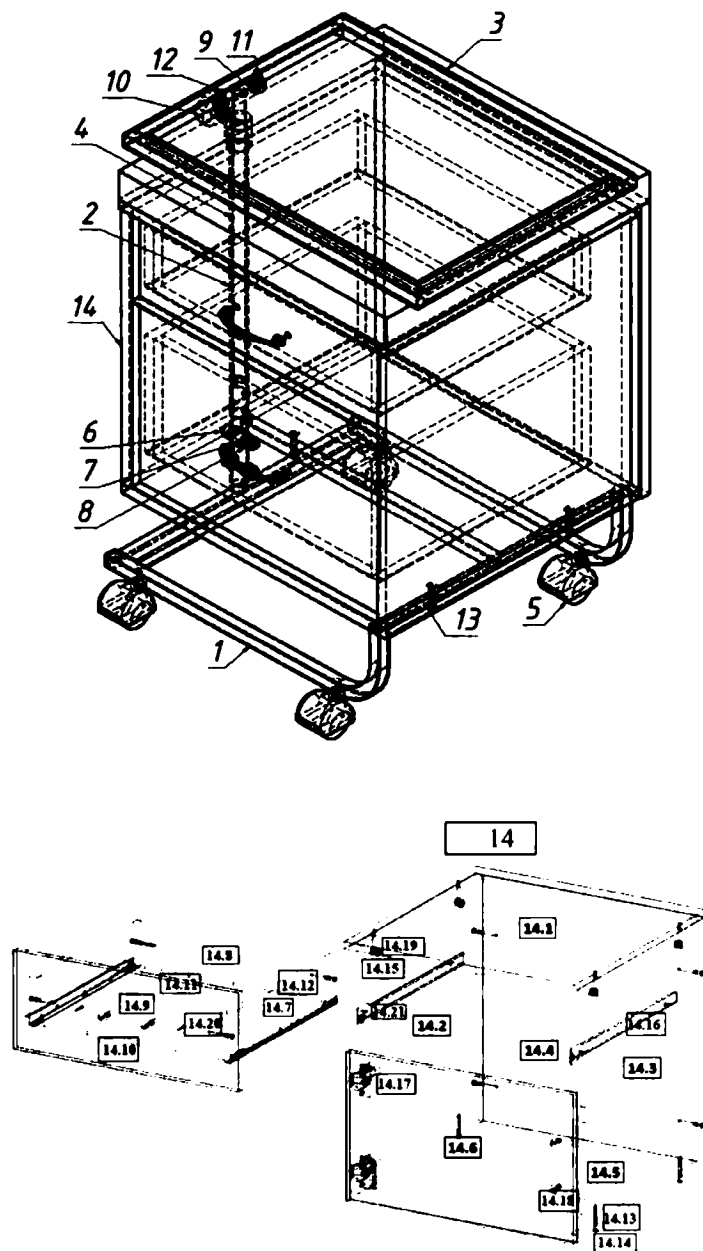

Рис.1
1. Внимательно ознакомьтесь со схемой сборки, изображенной на рис. 1, сверяясь со спецификацией на изделие. Согласно позициям на схеме и спецификации определите расположение деталей в изделии и порядок их сборки. Сборка производится на ровном полу, укрытом материалом, предотвращающим повреждение покрытия пола и деталей мебели. Подготовьте необходимые для сборки инструменты – плоскую и крестовую отвертки, молоток, рулетку или линейку.
2. На горизонтальной нижней стенке (3) шурупами 4×16 (23) закрепите опоры (18). На вертикальных боковых стенках (1,2) – установите цилиндрические части эксцентриковых стяжек (21) в предназначенные для них отверстия. На боковую стенку (1,2) шурупами 4×16 (23) закрепите направляющие (17). На крышке (5) установите штоки эксцентриковых стяжек (21).
3. Евровинтами (14), как показано на рис. 1, соедините вертикальные стенки (1,2) с горизонтальными стенками (3,4). Установите крышку (5). Затяжка соединения производится путём поворота эксцентриков до упора в направлении стрелки, выштампованной на корпусе стяжки. На головки евравинтов и эксцентриков установите заглушки (15,16).
4. Сборка ящиков. Евровинтами (14) соедините боковые стенки ящика (6,7) с передней (9) и задней (8) стенками. Дно ящика (10) закрепите саморезами (20). Шурупами 4×16 (23) закрепите узкие части направляющих (17). Шурупами 3.5×30 (22) закрепите фасад (13) к передней стенке ящика (9). Установите ручку (19). Установите собранные ящики в корпус тумбы.